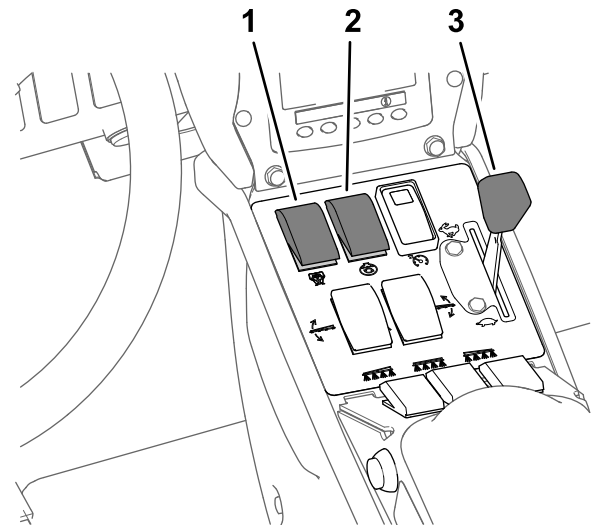

図 42
8. 攪拌スイッチとポンプスイッチを ON 位置にする 図 42。
9. スロットルを高速位置とする 図 42。
注 以下の手順は散布用ポンプが ON 状態であることを前提としています 図 42 散布率モードでの散布 (ページ 32) を参照。
4. 希望する散布に合わせてスロットル位置を調整する 図 42 散布率モードでの散布 (ページ 32) を参照。